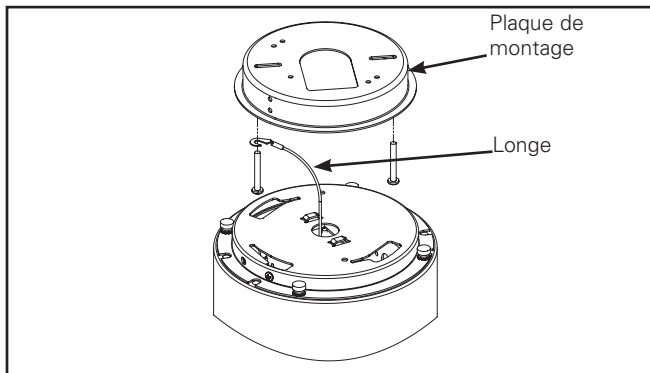

Figure 3.
- Fixez l'attache sous une vis de montage de la boîte de jonction (Figure 3.).